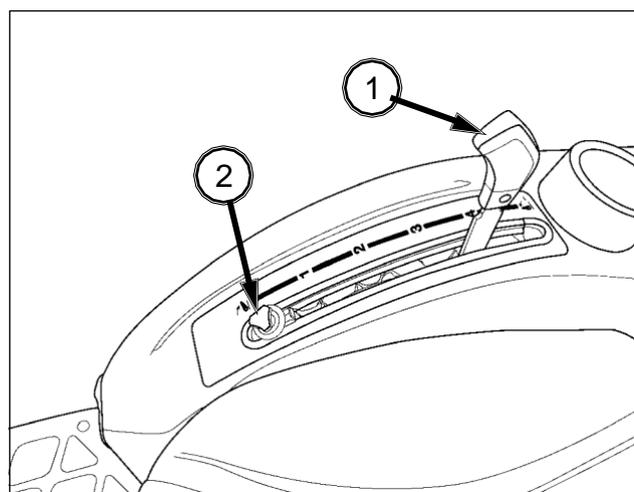

FIG. 63
FIG. 63: La palanca de control de posición del enganche de tres puntos (1) mantiene la posición del enganche a una altura constante en relación con el tractor. Desplace la palanca de control de posición (1) hacia atrás, para elevar el enganche (y el equipo). Desplace la palanca hacia delante para bajar el enganche hasta la posición seleccionada. Cada ajuste de la palanca determina una posición específica para el enganche (y el equipo).